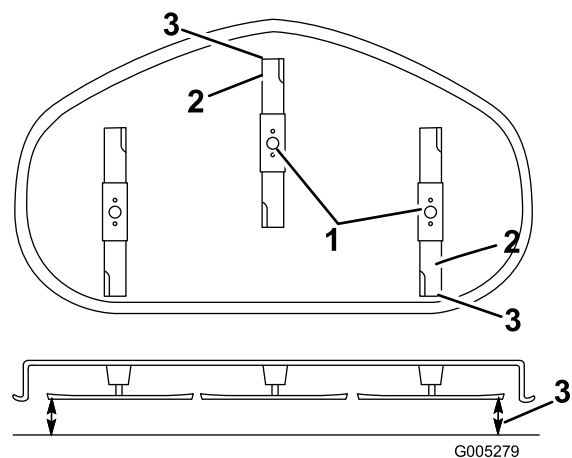

Figura 43
5. Ponga la altura de corte en **3** [3 pulg. (76 mm)] y gire con cuidado las cuchillas hasta que estén alineadas hacia adelante y hacia atrás (Figura 43).
6. Mida entre la punta de la cuchilla delantera y la superficie plana y entre la punta de la cuchilla trasera y la superficie plana (Figura 43). Si la punta de la cuchilla delantera no está entre 1,6 y 7,9 mm (1/16 y 5/16 pulgada) más baja que la punta de la cuchilla trasera, ajuste la contratuerca delantera.
- Compruebe la inclinación longitudinal de nuevo después del ajuste. Siga ajustando la tuerca hasta que la punta de la cuchilla más avanzada esté entre 1,6 y 7,9 mm (1/16 y 5/16 pulgada) más baja que la punta de la cuchilla más atrasada (Figura 43).